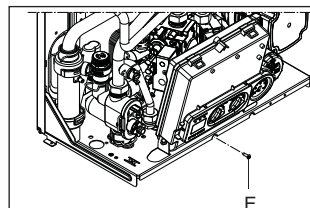

Fig. 4.17
- desenroscar el tornillo (E) de fijación del panel (fig. 4.17)
- Retirar la cubierta y bajar el panel hacia uno mismo, después de desenroscar el tornillo (E) (fig. 4.17)